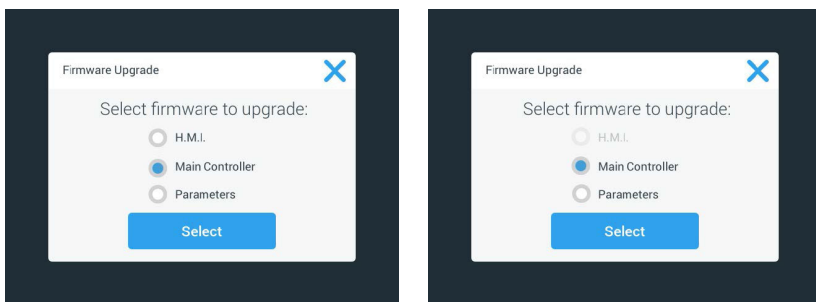

图 120: 选择要安装的固件项
11. 如果有要升级的固件，图 120 中所示的逐项列表将出现在“固件升级”屏幕中。点按要升级的固件项。
提示 如果您从图 120 所示的列表中选择 H. M. I. 选项以仅升级 GUI 固件，则在您启动固件升级后的一分钟内，GUI 显示将不会对触控屏活动区域上的任何进一步点击做出响应。在此期间，请**不要**关闭摇床电源，否则将无法成功完成升级。摇床将在短时间后重新启动，然后可供再次使用。
提示 如果您从图 120 所示的列表中选择两个或三个选项来一次升级**多个**固件组件，则在整个升级过程中的任何时候都**不得**关闭摇床电源。